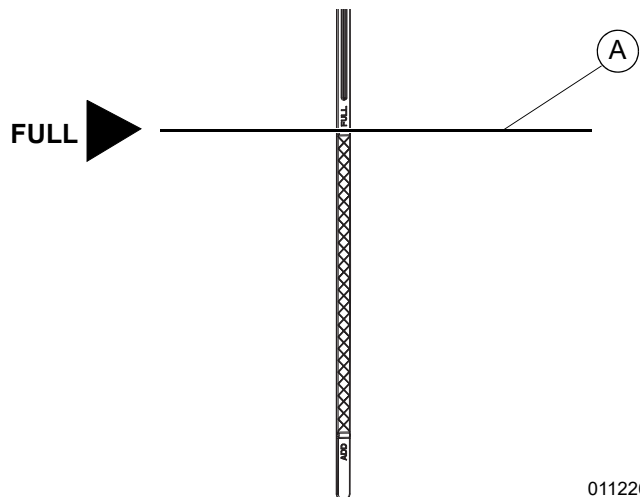

Figura 5-8. Marca de nivel de aceite lleno de la varilla de nivel de aceite
7. Consulte la Figura 5-8. Verifique que el nivel de aceite esté en la marca FULL (LLENO) (A). Agregue aceite según sea necesario.